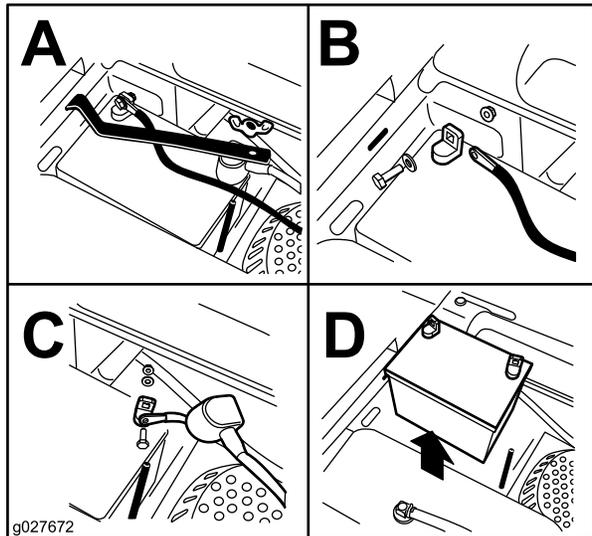

Figura 52
3. Retire la tuerca de orejeta que sujeta la abrazadera de la batería (Figura 52).
4. Retire la abrazadera (Figura 52).
5. Primero desconecte el cable negativo (negro) del borne negativo (-) (negro) de la batería (Figura 52).
6. Retire la cubierta de goma roja del borne positivo (rojo) de la batería y retire el cable positivo (+) (rojo) (Figura 52).
1. Coloque la batería en la bandeja con los bornes en el lado opuesto del depósito de combustible (Figura 52).
4. Fije los cables con 2 pernos, 2 arandelas, y 2 contratuercas (Figura 52).
6. Instale la abrazadera y sujétela con la tuerca de orejeta (Figura 52).